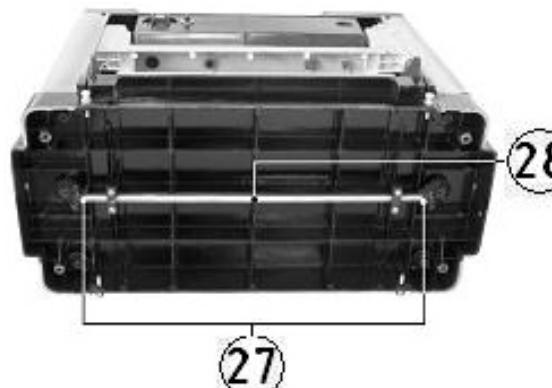

Рис.15
12.3.4. Наклоните машину назад и извлеките пружинное кольцо (27) с передаточного вала (28) под литым основанием со стороны, где толщина заготовки «занизена», как показано на рис.15.